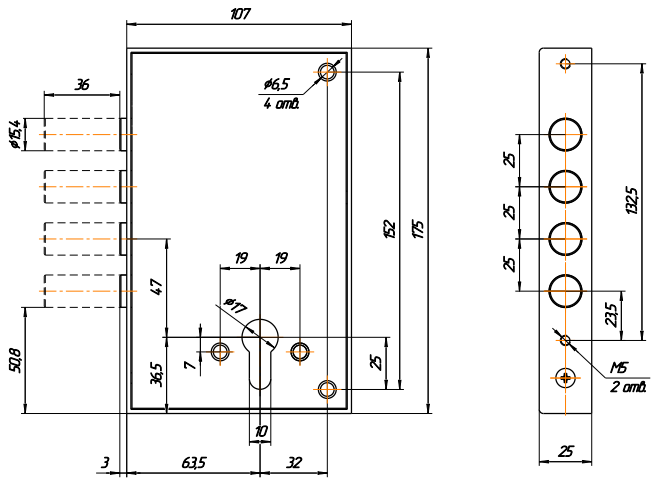

Рис.2
4.1. Произвести разметку двери согласно рис.2. Выполнить на торце полотна двери отверстия под пальцы засова и для крепежа замка. Выполнить на полотне двери отверстия для цилиндрического механизма и крепежа накладок, а в дверной коробке отверстия под пальцы засова.